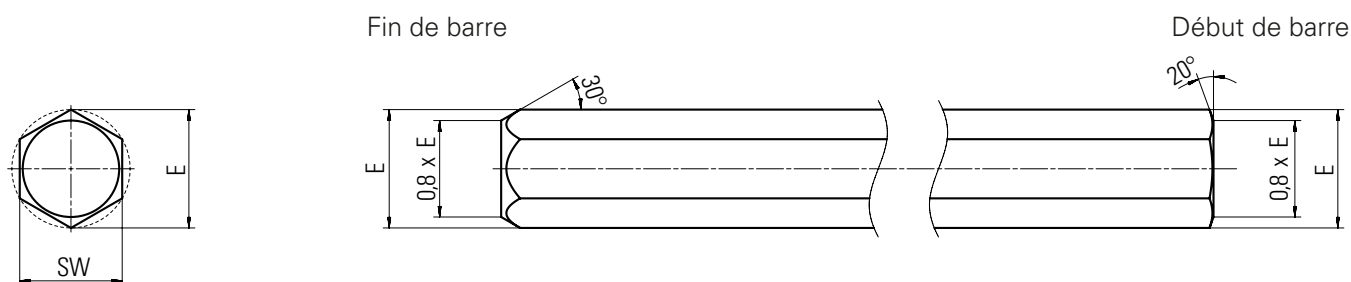

Figure 1
- Le chanfrein de début de barre doit correspondre à la *figure 1*; même sur les profilés.